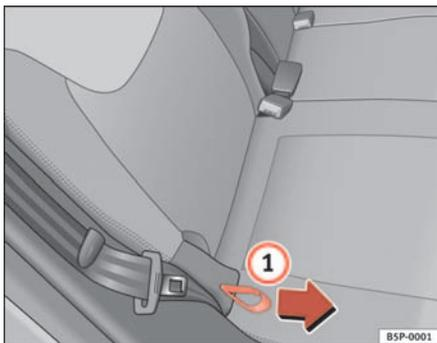

Fig. 96 Ajuste de la inclinación del respaldo, asiento posterior
- Sujete el respaldo del asiento por la parte superior. Tire del lazo situado en el lateral del asiento ⇒ fig. 96 ① en la dirección de la flecha y manténgalo en esta posición. Empuje el respaldo del asiento hacia atrás hasta la posición que desee y suelte el lazo.